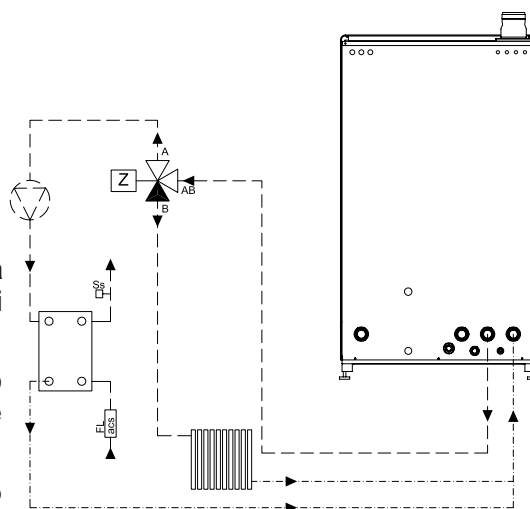

Fig. 27 Esempio di applicazione con scambiatore istantaneo
- scambiatore istantaneo a piastre o a barilotto (Fig. 27).